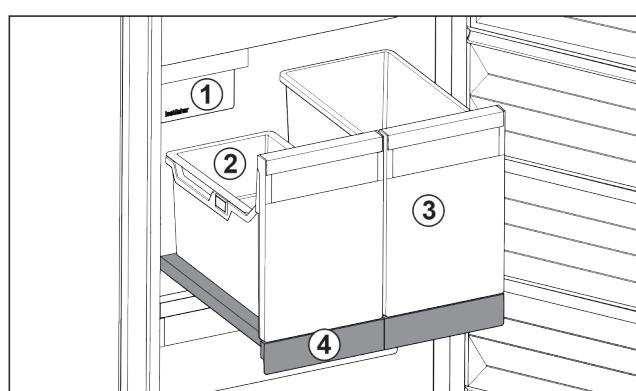

Fig. 32 Выдвижная панель с IceTower
На выдвижной панели находятся два высоких контейнера (IceTower). В контейнере Fig. 32 (2) собираются и хранятся кубики льда из IceMaker. Контейнер Fig. 32 (3) подходит для хранения высоких продуктов, таких, как пицца или алкогольные напитки.